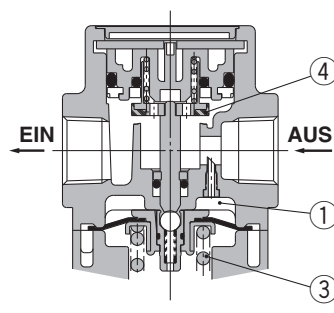

Abb. 2 Rückstrom
Wird der Eingangsdruck entlüftet, öffnet sich das Rückschlagventil ② und der Druck aus der Membrankammer ① wird zur Eingangsseite geleitet (Abb. 2).
Dies verringert den Druck in der Membrankammer ① und die durch die Reglerfeder ③ verursachte Kraft hebt die Membrane. Das Ventil ④ öffnet sich durch den Ventilstößel und der Ausgangsdruck wird zur Eingangsseite geleitet (Abb. 2).